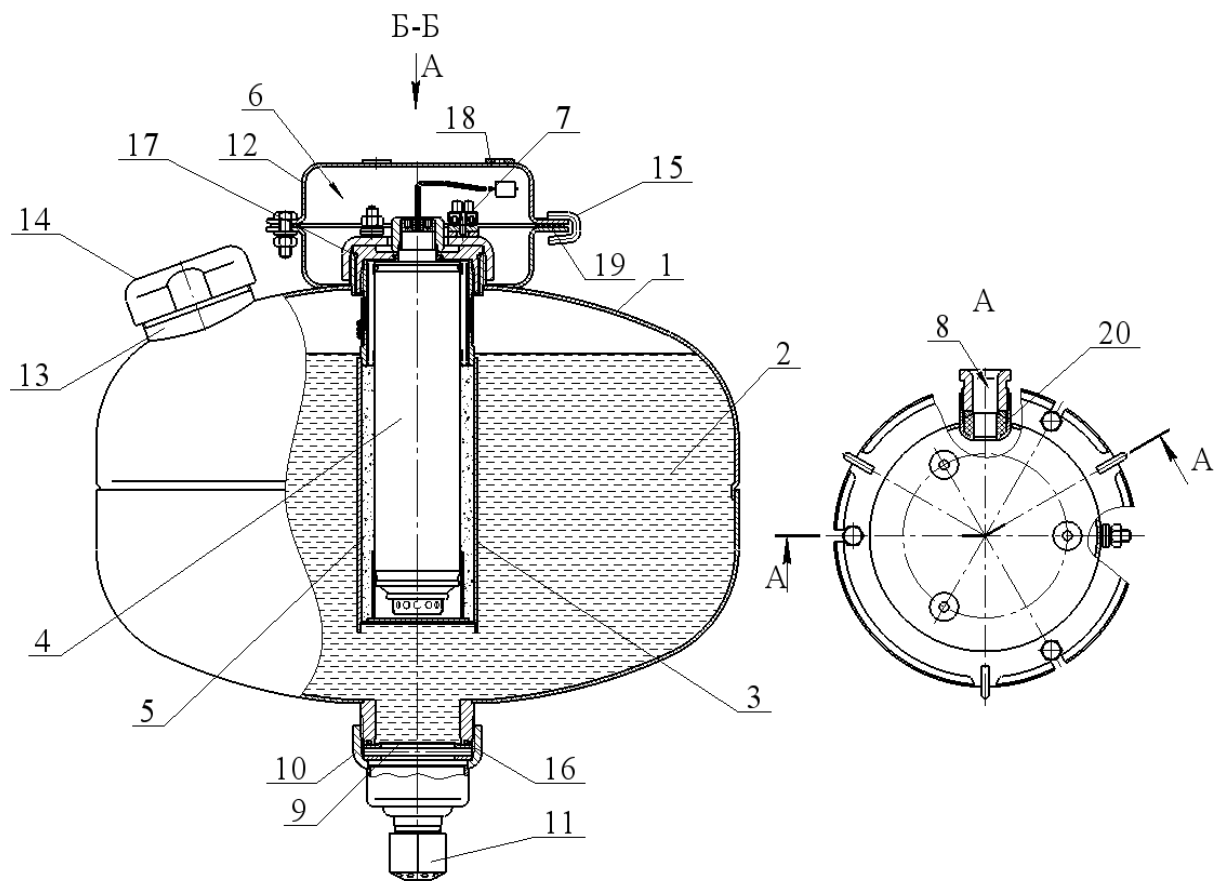

Рисунок 1
1.4.1.1 МУПТВ (см. рисунок 1) состоит из корпуса 1, заправленного жидким ОТВ 2, в котором размещено газогенерирующее устройство 3. В герметичный корпус газогенерирующего устройства со степенью защиты IP68 установлен ИХГ 4 с элементом электропусковым. Зазор между ИХГ корпусом газогенерирующего устройства заполнен пористым искрогасящим материалом 5. Соединительные провода элемента электропускового ИХГ выведены в коробку 6 через герметизированный узел в корпусе МУПТВ, обеспечивающий требуемую (не ниже IP67) степень защиты от внешних
После подачи на выводы элемента электропускового электрического импульса ИХГ **4** (см. рисунок 1) генерирует газ, который, проходя через пористый искрога-сящий материал, создает давление внутри корпуса МУПТВ для вскрытия мемб-раны **9** и выпуска через насадок-распылитель **11** в зону горения тонкораспыленной струи ОТВ.
2.1.3 Закрепить кронштейн **12** (см. рисунок 1) на потолке. Координаты отверстий в кронштейне приведены на рисунке 5.
2.1.5.1 Подготовка ОТВ для МУПТВ(Взр)-13,5-ГЗ-ВД($t^{\circ}\text{C} = +5_{\text{п}}$): залить в отверстие верхней горловины **9** (см. рисунок 1) воду (питьевую либо дистиллированную) (температура воды должна быть плюс (15...25) $^{\circ}\text{C}$) объемом $11,8^{+0,05} \text{ дм}^3$.
2.1.5.2.3 Полученный раствор ОТВ залить в отверстие верхней горловины **9** (см. рисунок 1). Для окончательного приготовления ОТВ открыть упаковку (упаковки) с жидкими добавками и залить их в отверстие верхней горловины **9**. Установить в отверстие горловины предохранительный клапан **10**. Сверху закрутить гайку. Момент затяжки гайки 110^{+20} Н×м.
2.1.6 На выпускную горловину гайки **10** (см. рисунок 1) накрутить до упора насадок-распылитель **11**.